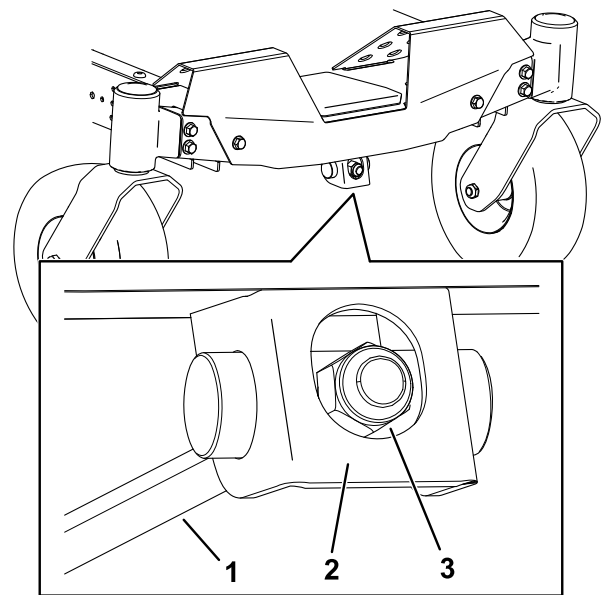

Figura 66
- 1. Gire la tuerca de ajuste de la parte delantera del cortacésped (Figura 66).